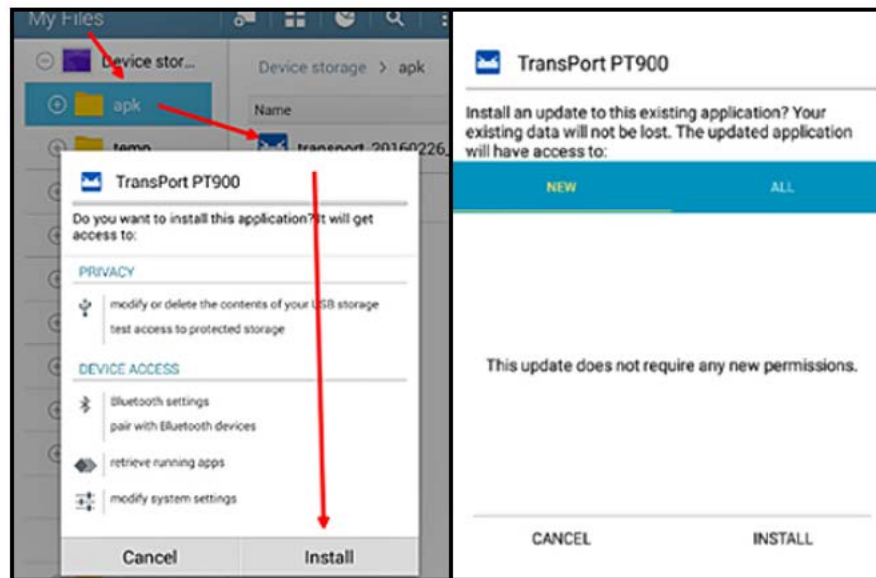

Figura 57: Pantallas de instalación inicial (izquierda) y actualización (derecha)
3. Pulse el archivo APK, tras lo que el sistema operativo Android comprobará la suma de verificación y la firma del archivo. Dependiendo de si se trata de una instalación inicial o de una actualización, se podrá ver una de las pantallas mostradas en Figura 57 más abajo. Pulse INSTALAR para comenzar la instalación.